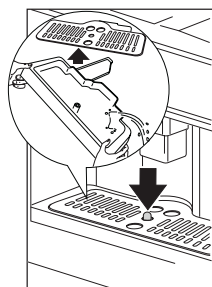

Fig. 35
**! IMPORTANT:** Dacă tăvița de scurgere nu este golită, apa ar putea da pe dinafară. Acest lucru poate deteriora aparatul. Tăvița de scurgere este prevăzută cu un indicator de nivel (roșu) care arată nivelul apei pe care o conține (Fig. 35). Înainte ca indicatorul să iasă în afară din tava pentru cești, tăvița de scurgere trebuie să fie golită și curățată.